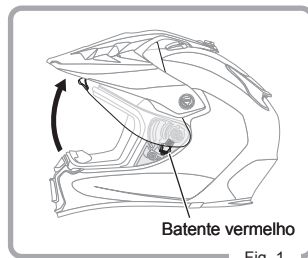

Fig. 1
1. Abra completamente a viseira (Fig. 1)